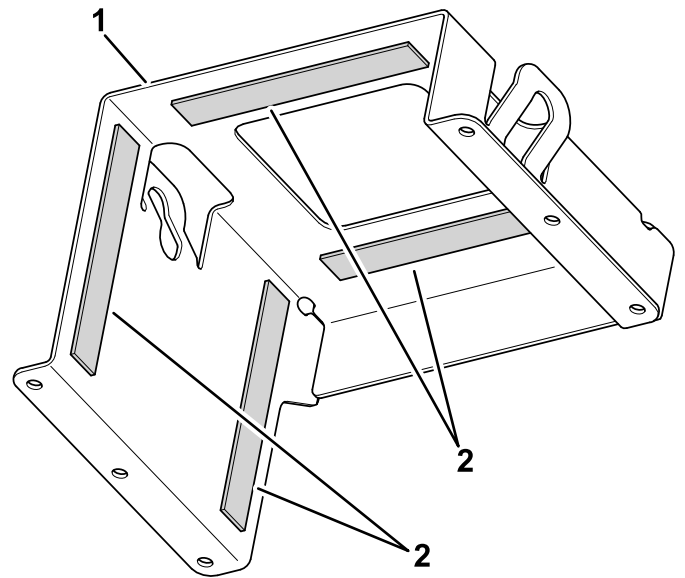

Figure 11
- Collez 5 bandes en mousse (19 cm) sur le support à bride supérieur (Figure 11).